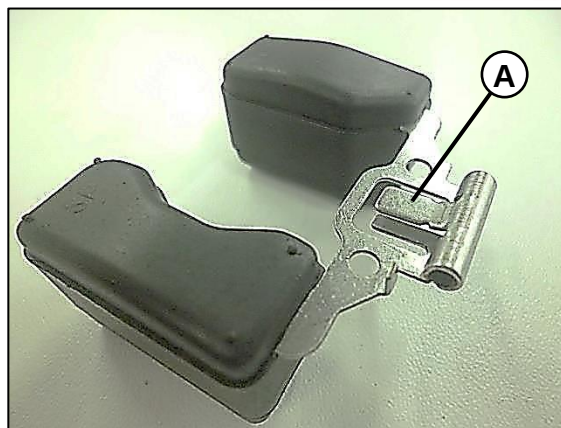

Fig.07
- Suavemente doble la lengüeta (A) para cambiar la altura del flotador hacia arriba o hacia abajo. **Fig.07**
- Verifique la altura (A) del flotador posicionando el carburador verticalmente, mida con un calibrador desde la base del carburador hasta el punto más alto del flotador.